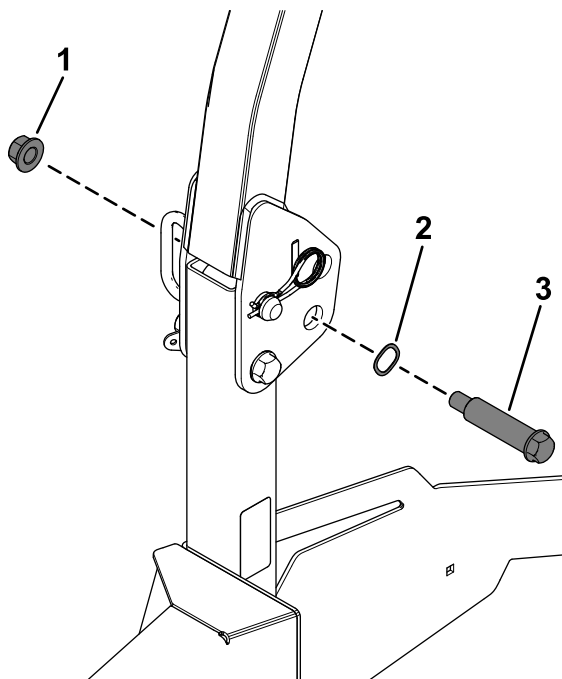

Figura 6
1. Sujete el perno de cuello largo a la barra antivuelco con una arandela ondulada y una contratuerca (1/2"), como se muestra en la Figura 6.